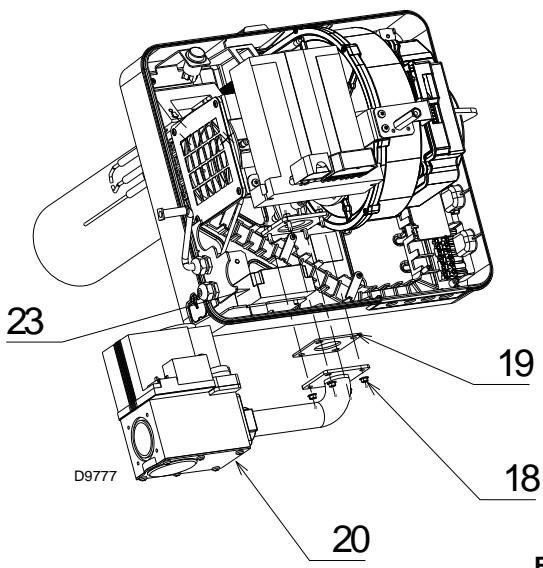

Fig. 16
- Collegare i cavi di alta tensione al trasformatore 23)(Fig. 16) e il collegamento della sonda di ionizzazione al cavo apposito uscente dall'apparecchiatura.
- Fissare il gruppo rampa 20)(Fig. 16) mediante le 4 viti e dadi 18) presenti a corredo.
Attenzione alla presenza della guarnizione 19)(Fig. 16) e alla tenuta gas.